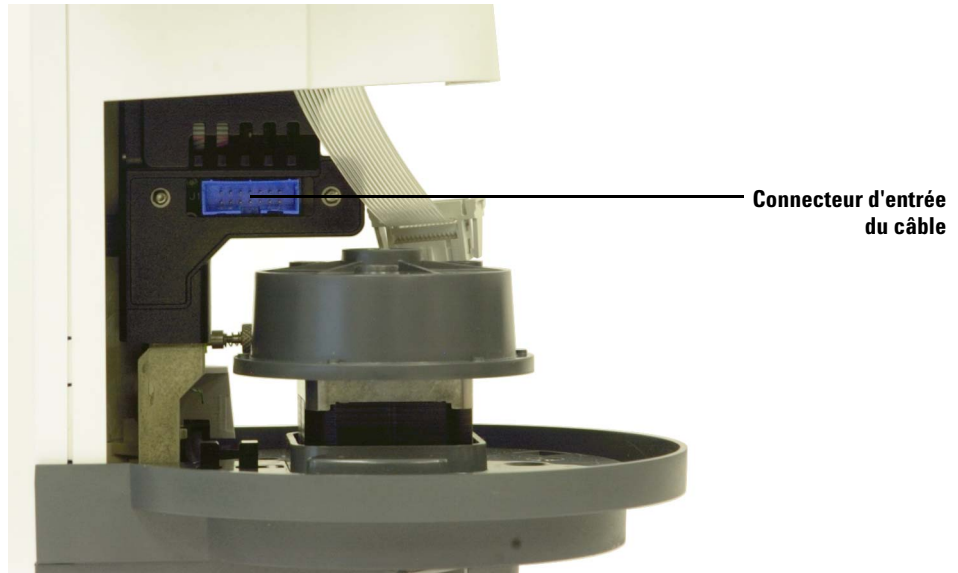

Figure 63 Accès au connecteur d'entrée du câble
- 10** Faites glisser le support de seringue le plus bas possible, jusqu'à ce que vous puissiez accéder au connecteur d'entrée du câble sous le carter de la tour (Figure 63).